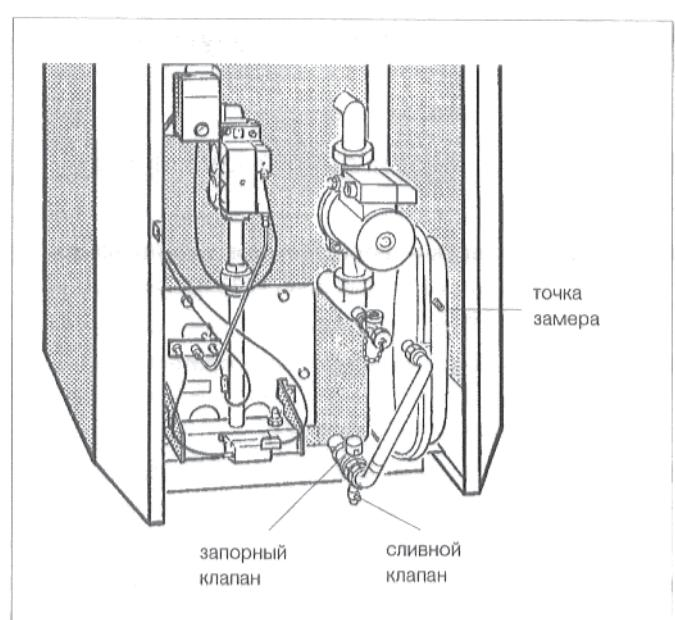

Рис. 47: компенсационный бак; начиная с типоразмера 20-4 на задней стенке котла!
- Снять запорный колпачок с места замера (рис. 47), кратковременно открыть клапан азота. Если выступает вода, то мембрана дефектная. Необходимо произвести замену мембранны или компенсационного бака.
- Снять красный колпачок и закрыть запорный клапан (рис. 47).
- Слить, через сливной клапан, остаточную воду из компенсационного бака (рис. 47).
- Снять запорный колпачок с места замера (рис. 47), замерить давление и произвести коррекцию, если давление не соответствует необходимому для установки предварительному давлению (давление установки минус 0,2 бар, в холодном состоянии).